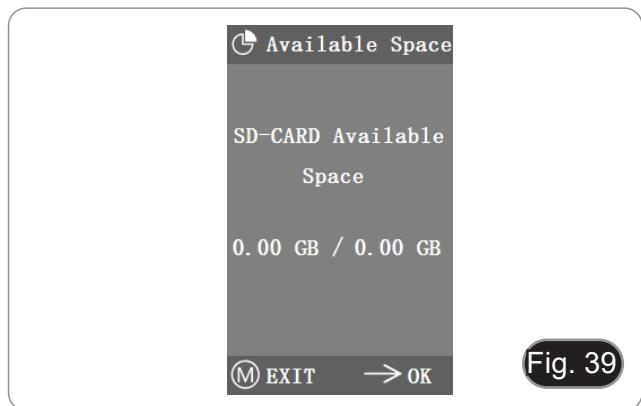

Fig. 39
- Si "0.00 Gb / 0.00 Gb" (Fig. 39) s'affiche, la carte SD n'a pas été insérée correctement ; essayez de l'insérer à nouveau.